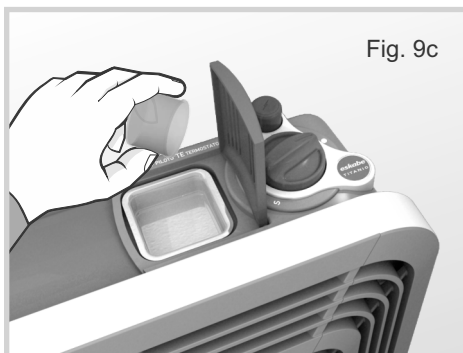

Fig. 9c
3. Vierta agua en la cubeta del Aromatizador hasta unas 3/4 partes de su altura (Fig. 9c). Agregue unas 10 gotas de su esencia aromática favorita (como las que se usan habitualmente en los hornillos). **No utilice perfumes, colonias u otros líquidos inflamables.**